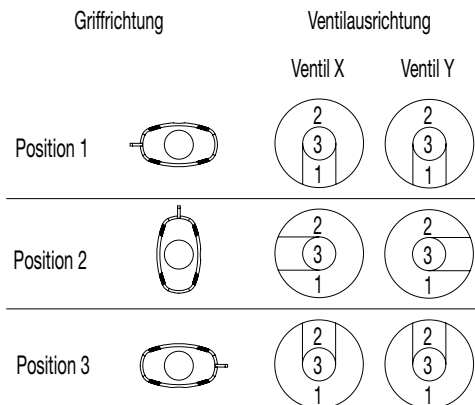

Abb. 7 2-Ventil-GSM-Baugruppenschema
2. Griff in Position 2 drehen. (Siehe Abb. 7, 2-Ventil-Baugruppenschema.) Beachten Sie die Ausrichtung des Getriebes, weil es in der gleichen Ausrichtung zusammen gesetzt werden muss.
2. Griff in Position 1 drehen. (Siehe Abb. 7, 2-Ventil-Baugruppenschema.) Beachten Sie die Ausrichtung des Getriebes und des Griffs, weil es in der gleichen Ausrichtung zusammen gesetzt werden muss.